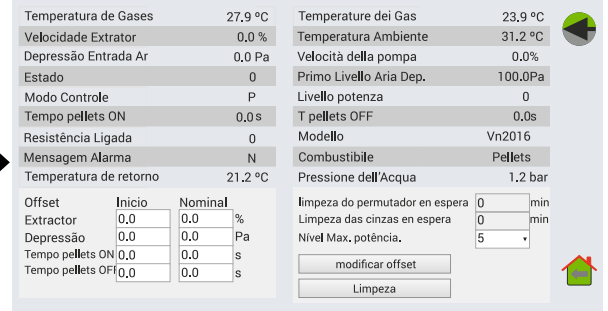

Figura 10
Nos modelos *Moon* (figura 10) e *Basic*, devemos realizar uma ação de limpeza a maiores sobre o permutador de calor (②), esta ação terá uma frequência semanal. Para ter um melhor acesso ao permutador e poder limpá-lo de forma exaustiva, devemos empurrar para cima a placa superior da grade (①), até desencaixar as patilhas que a fixam à placa central e puxá-la. Ao finalizar, colocamos de novo a placa superior, assegurando-nos de que as patilhas ficam corretamente encaixadas.
①	Placa superior da grade.
②	Permutador de calor.